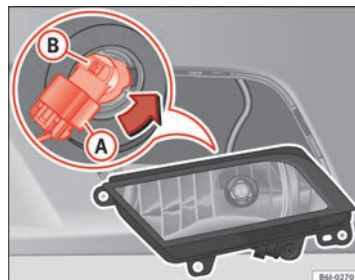

Fig. 191 Faro antiniebla
- Extraiga el conector ⇒ fig. 191 **(A)** de la lámpara.
- Gire el portalámparas ⇒ fig. 191 **(B)** a la izquierda y tire.